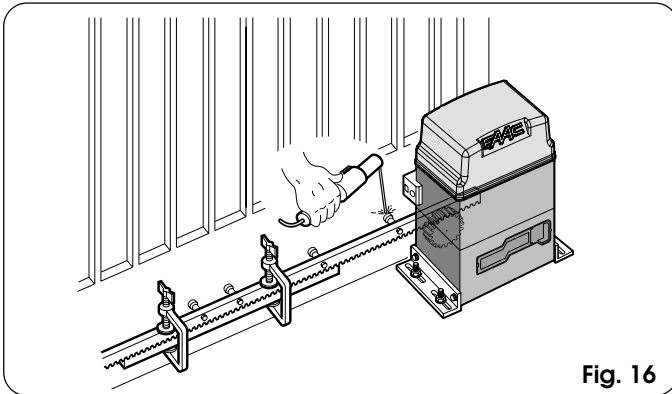

Fig. 16
- 5) Plaats een ander tandheugelelement tegen het vorige en gebruik, om de vertanding van de twee elementen in fase te brengen, een stuk tandheugel zoals aangegeven op fig.16.
- 4) Plaats een ander tandheugelelement tegen het vorige en gebruik, om de veranding van de twee elementen in fase te brengen, een stuk tandheugel zoals aangegeven op fig. 16.